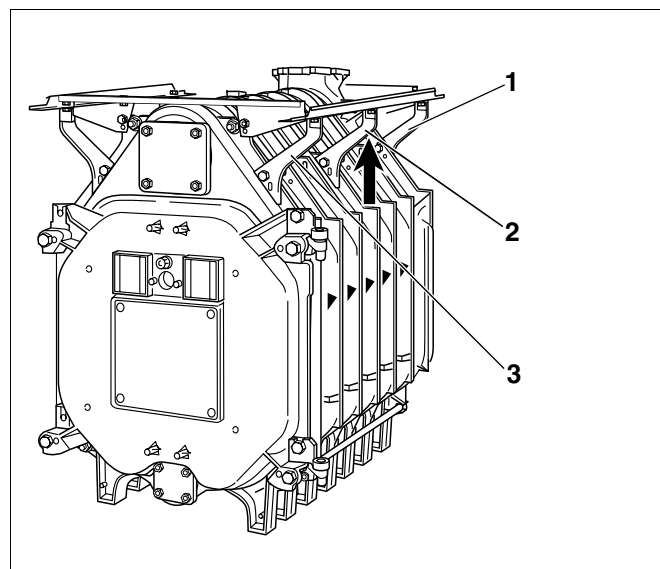

Рис. 40 Выверка продольных планок
- Выровнять продольные планки и консоли на передней и задней секциях и затянуть болты их крепления (рис. 40, **поз. 1 и 3**).
- Средние кронштейны (рис. 40, **поз. 2**) подтянуть снизу к продольным планкам и затянуть болты крепления к котловому блоку.